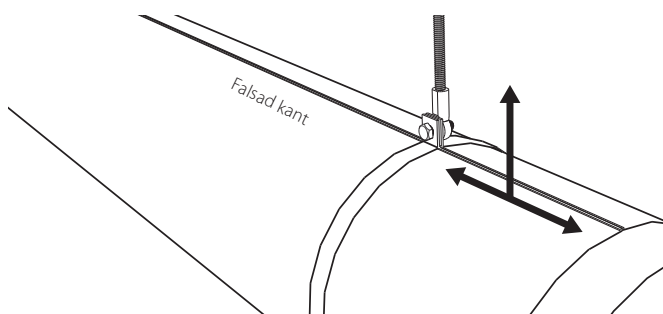

Bild 2. Montage och linjering av falsad kant.
- ⚠ För att rätt spridningsbild skall erhållas monteras donet med falsen uppåt, se bild 2.